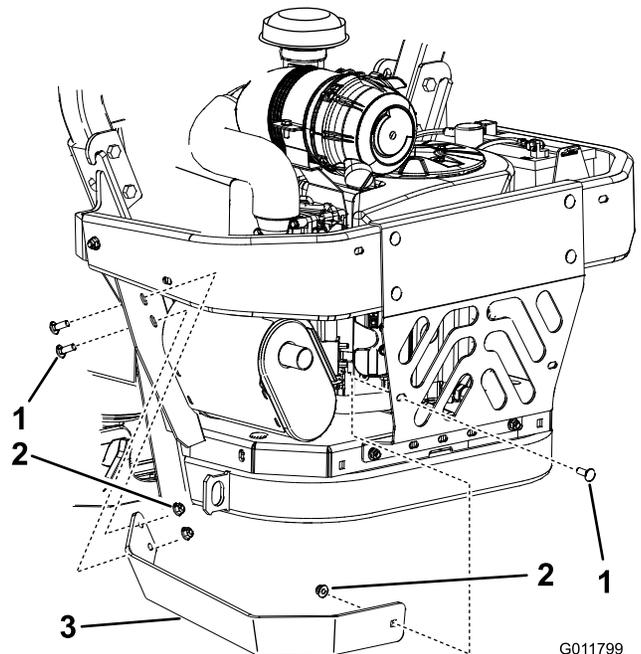

Bild 9
2. Montieren Sie die neue Schalldämpferschutzvorrichtung mit den vorher entfernten Befestigungen (Bild 9).